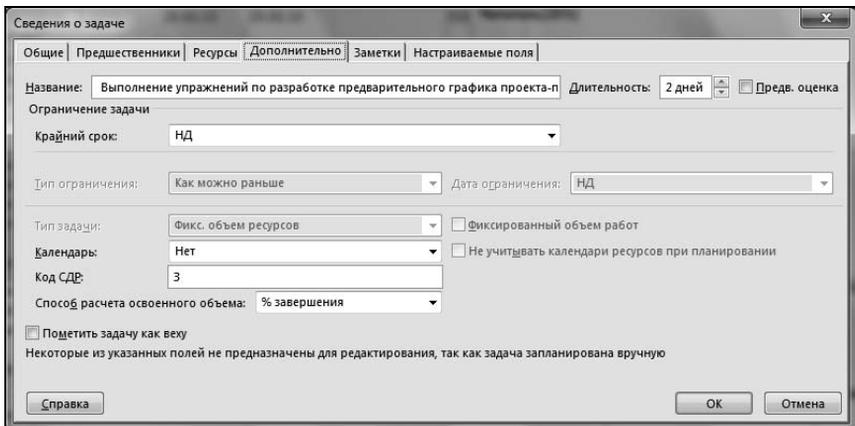

Рис. 4.51. Окно **Сведения о задаче**, вкладка **Дополнительно**
6. Вкладка **Дополнительно** (рис. 4.51) предназначена для ввода дополнительной информации о работе. На ней можно задать следующие показатели.